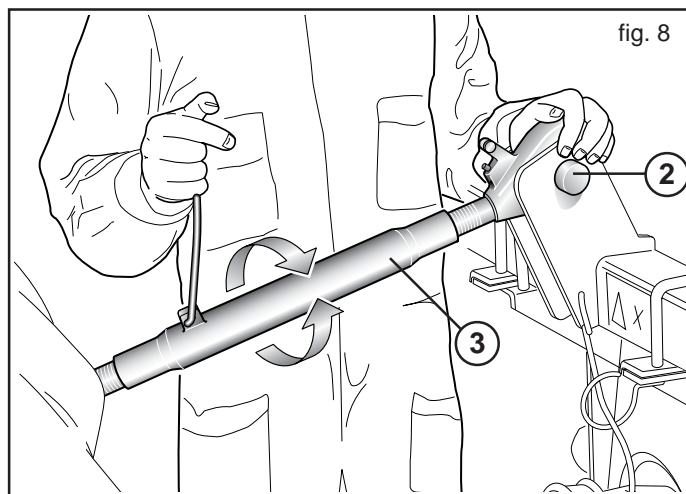
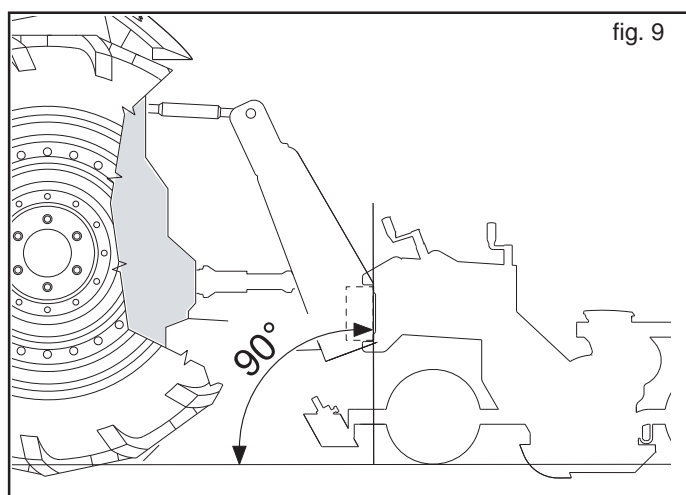

fig. 8
fig. 9
- 2) Relier le troisième point supérieur (2, Fig. 7); bloquer la cheville par la goupille "ad hoc". Positionner le semoir perpendiculairement au sol (Fig. 9) par l'entretoise de réglage (3, Fig. 8).